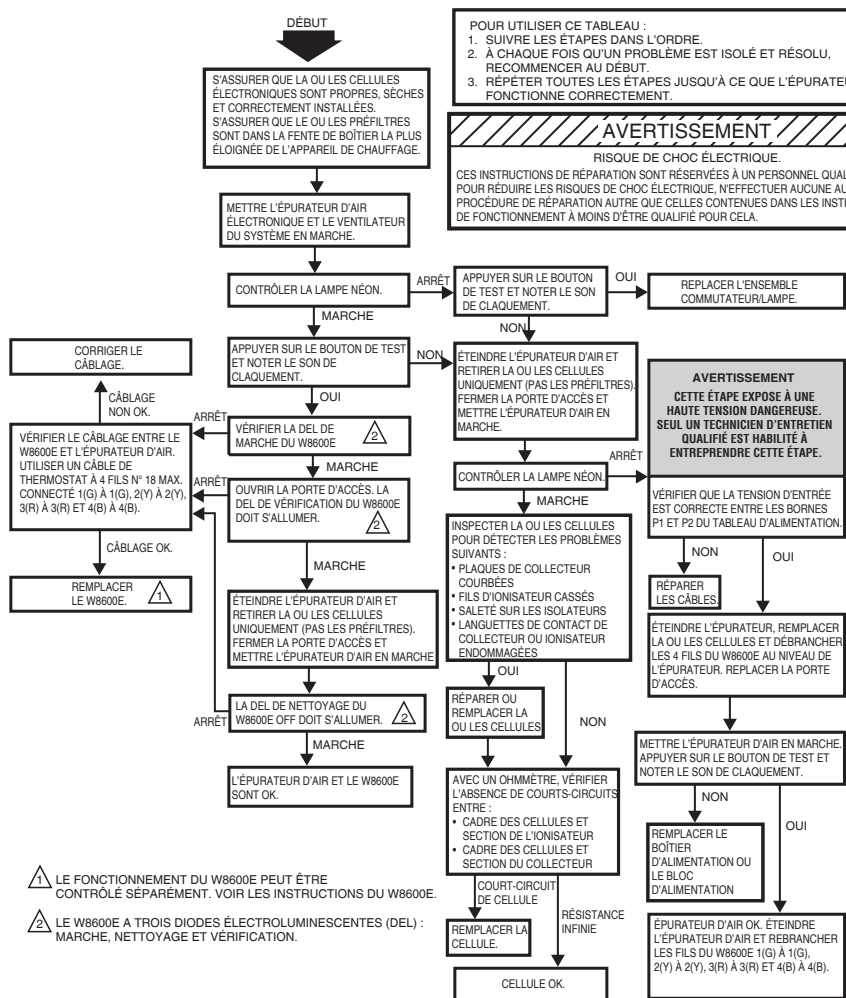
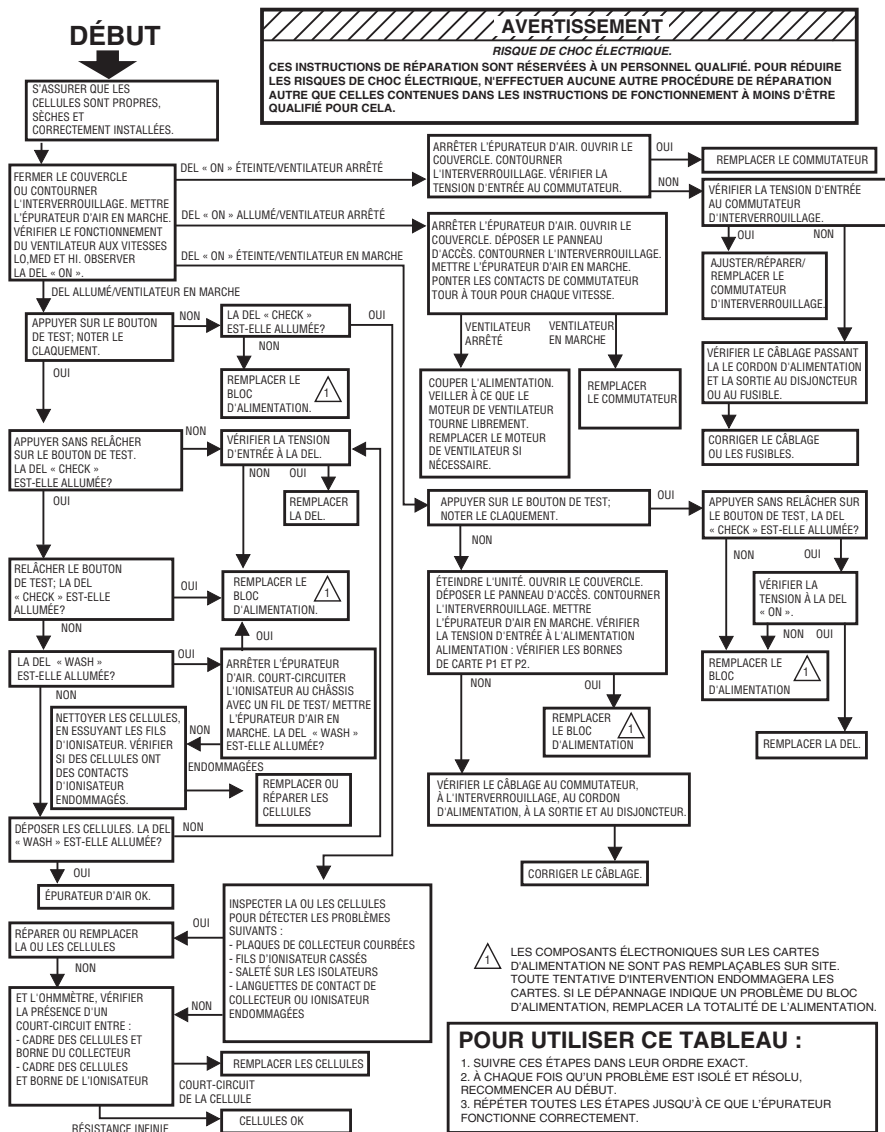
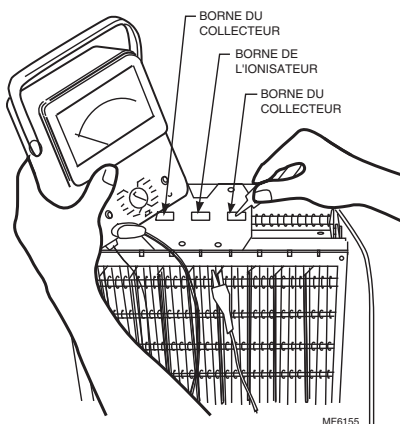

Fig. 21. Dépannage des épurateurs d'air avec indicateur de performance à semi-conducteur.
Fig. 22. Dépannage des épurateurs d'air avec indicateur de performance à semi-conducteur et ventilateur intégral.
Fig. 23. Utiliser un ohmmètre pour vérifier l'absence de court-circuit au niveau des cellules électroniques.
- Contrôleur avec sonde 15 kV c.c. ou équivalent. Les tableaux de dépannage d'épurateur d'air électronique, Fig. 21 et Fig. 22, montrent comment isoler rapidement un problème dans l'épurateur d'air. Bien qu'un contrôleur soit requis pour certaines étapes, voir Fig. 23, les outils de diagnostic principaux sont la lampe néon et le bouton de test.